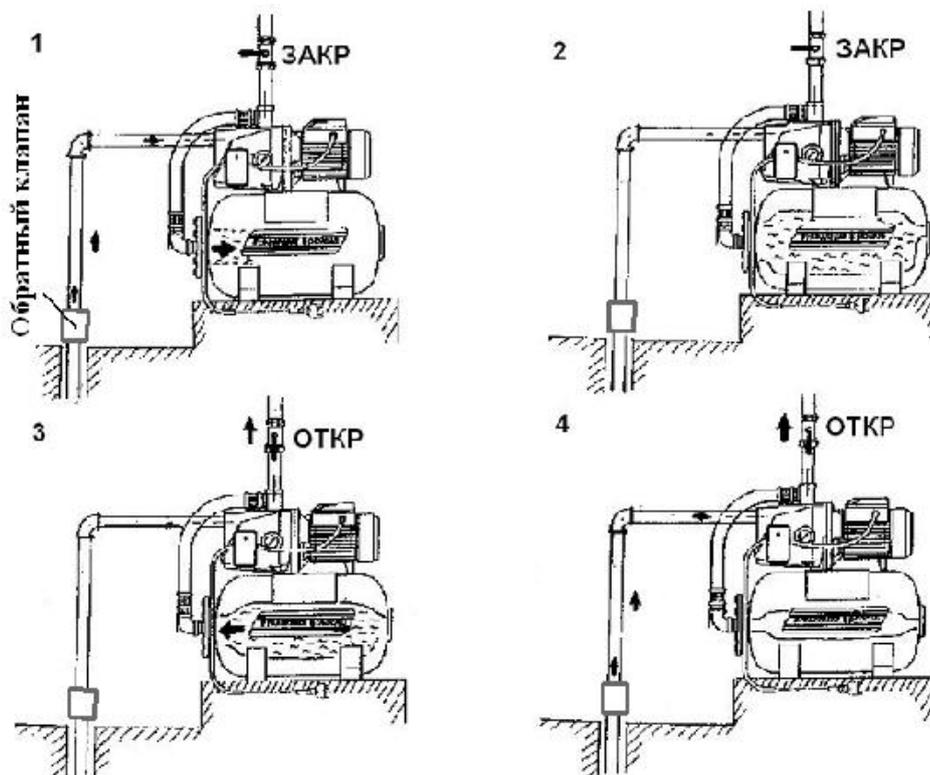

Рис. 3
1. После подключения насоса (см. рис.3) к системе водоснабжения и включения его в электросеть, насос подает воду в бак-гидроаккумулятор и систему водоснабжения дома.